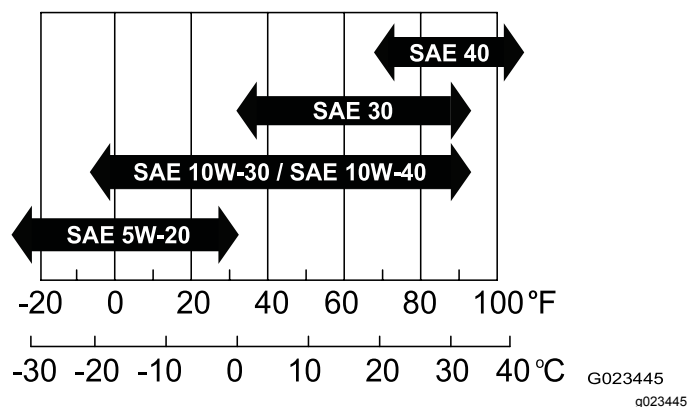

図 13
- **粘度** SAE 30 他の粘度のオイルを使用する場合には、以下の表を参照のこと 図 13